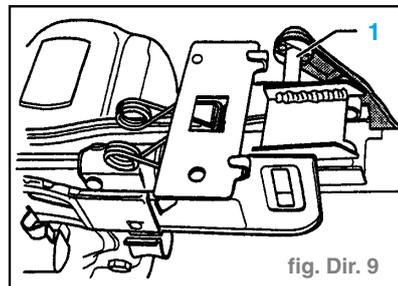

fig. Dir. 9
- Retirer la rondelle (3).
- Extraire la vis de serrage (1) avec le levier de commande. (fig. Dir. 9)